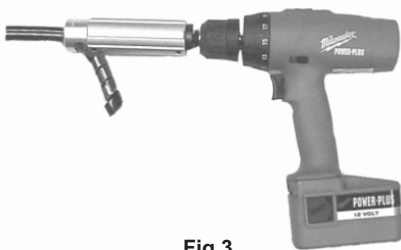

Fig.3
**Paso 3.** (Fig. 3) Accione el taladro a baja velocidad y aplique una ligera presión hacia adelante a la herramienta. Continúe la presión hacia adelante hasta que se complete la longitud de la tira. La cubierta del cable se retirará hasta que el conductor del cable llegue a la barra de tope interna. La cuchilla cortará automáticamente la cubierta de manera uniforme al final del corte.